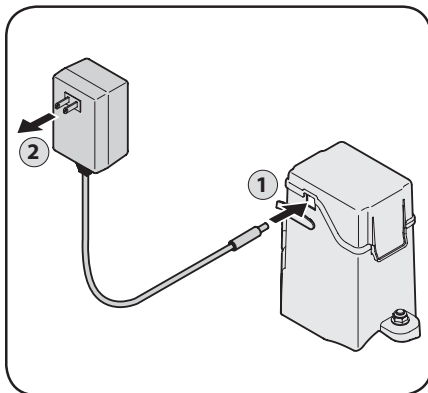

Figura 4-9
1. Quite el sello de la cubierta y conecte el cargador de la batería en el orificio de entrada en el costado del alojamiento de la batería. Vea la Figura 4-9.